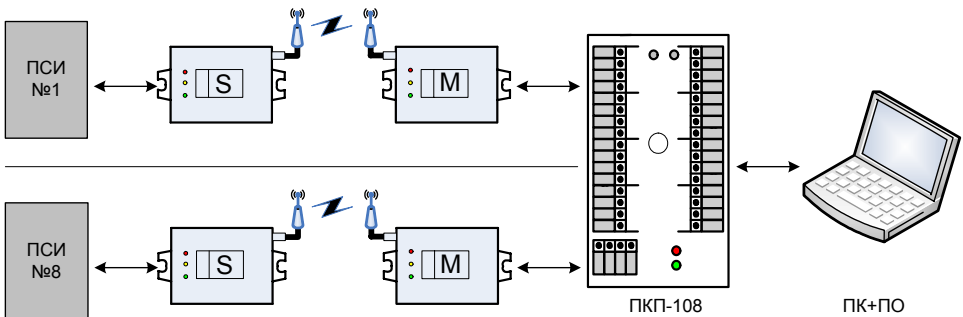

рис.2
3.1.2. Соединение «много точек – точка». Такая схема применяется, когда удаленные объекты расположены вокруг центра управления процессами. В этой схеме участвуют много «Ведущих» радиомодулей, объединенных параллельной шиной интерфейса RS-485. Каждый «Ведущий» имеет на удаленном объекте своего «Ведомого». При такой схеме соединения возможны конфликты сети из-за параллельной работы нескольких «Ведущих». Поэтому устройство связи «СИГНАЛ-53» настраивается на режим «**Фиксированный адрес**». В этом режиме пара «Ведущий»-«Ведомый» настраивается на адрес удаленного устройства и работает с этим устройством (см. рис. 2).